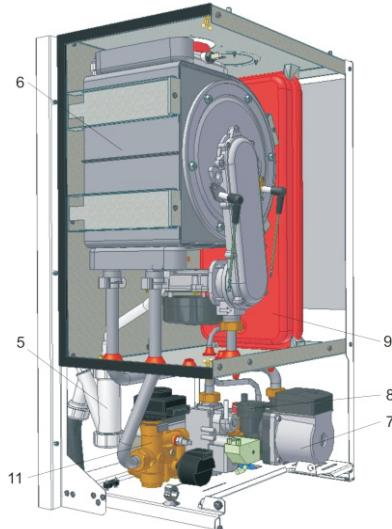

Рис. 2
## 2.2.2 ГИДРАВЛИЧЕСКИЙ КОНТУР КОТЛА(СМ. РИС.2)
**1. Первичный теплообменник (рис.2 позиция 6).** Передаёт теплоносителю из первичного контура тепло которое появляется в процессе горения горючего. Теплообменник, кодьцевой формы, изготовлен из нержавеющей стали. Внутри теплообменника размещена камера сгорания.
## **2. Циркуляционный насос (рис.2 позиция 7).**
## **3. Автоматический воздушный клапан (рис.2 позиция 8).**
## **4. Расширительный бачок (рис.2 позиция 9).**
## **8. Трёхходовой вентиль (рис.2 позиция 11).**